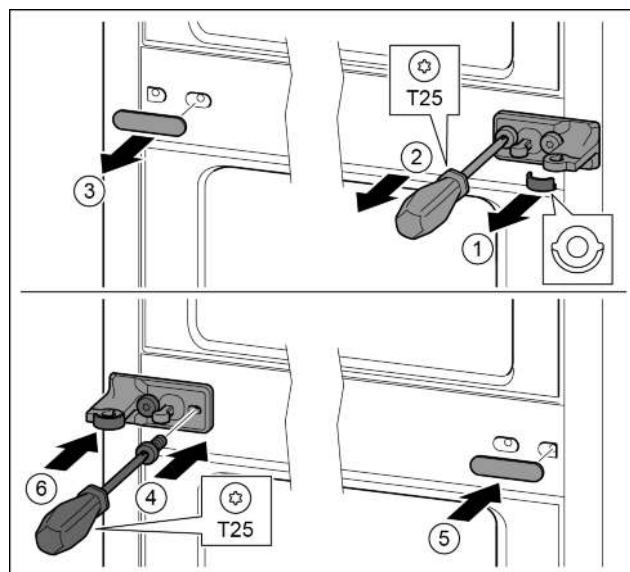

Fig. 14
- ▶ Вынуть шайбу. Fig. 14 (1)
- ▶ Выкрутить винты отверткой T25. Fig. 14 (2)
- ▶ Осторожно снять крышку. Fig. 14 (3)
- ▶ Плотнo прикрутить опорный кронштейн с подкладкой с поворотом на 180° с другой стороны. Fig. 14 (4)
- ▶ Установить крышку с поворотом на 180° с другой стороны. Fig. 14 (5)
- ▶ Спереди надвинуть шайбу. Fig. 14 (6)